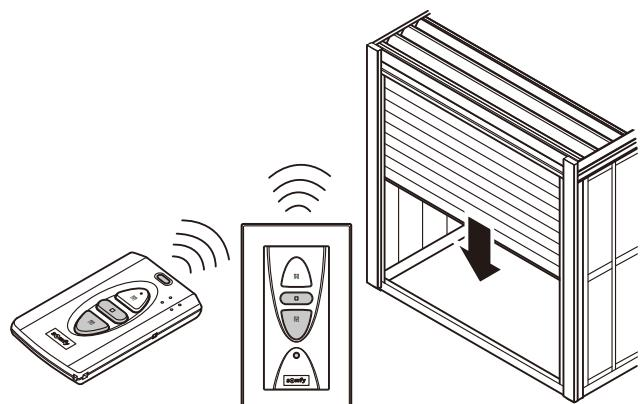

図11-4 シャッターを閉めるとき
- ② 「閉」スイッチを押してください。シャッターが下降します。(図11-4参照)